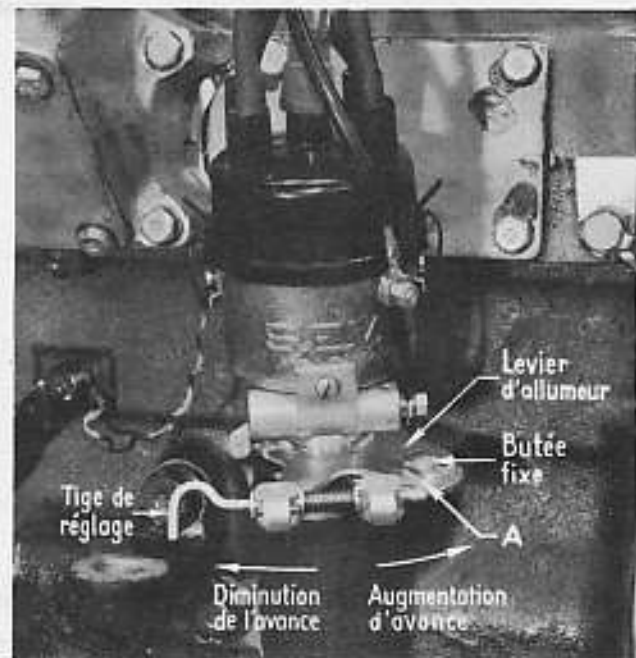

fig. 3
IV - Montage d'une nouvelle commande de correction d'avance à l'allumage (fig. 3)
- Mettre le levier d'allumeur en **position pleine avance** (point A en contact avec la butée) à l'aide de la vis de réglage. (fig. 3)